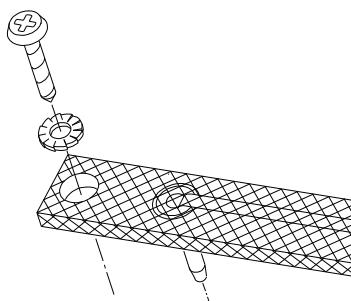

Fig. 2
7. Le remplacement du revêtement PTFE de la barre de soudure, lorsqu'il est brûlé ou usé, s'effectue en dégagéant la barre au moyen des vis fixées aux extrémités (fig 2.). Le PTFE est fixé à la partie inférieure de la barre de soudure au moyen d'un ruban adhésif et peut donc être aisément remplacé.
7. Quando la copertura di PTFE sulla barra saldante risulta corrosa o usurata, deve essere sostituita. Svitare la barra saldante e sollevare entrambe le estremità contemporaneamente. Sostituire con la nuova barra saldante, o con quella riparat e fissare le viti (fig 2.). Fare attenzione che la resistenza, che è stata montata eccentrica sulla barra, si trovi nel centro della gomma quando la barra superiore è chiusa. La copertura di PTFE è fissata sopra la barra saldante da un nastro adesivo ed è quindi semplice la sua sostituzione.
8. La latna usurato può essere sostituita semplicemente premendo il portalame, estraendo la vecchia lama e inserendone una nuova. E' consigliabile usare pinze (fig. 2).
7. Når PTFEstykket over svejsetråden er slidt (mørkebrunt) eller ødelagt, bør dette skiftes. Løsn skruerne på siderne af svejsebarren og løft denne i begge sider på én gang (fig 2). Montér en ny svejsebarre, eller den gamle med nye dele, og montér den på maskinen. Vær opmærksom på at svejsetråden skal ligge i center af trykket fra siliconelisten, når svejsekæben er lukket.
7. Förslitning på svetsback - När PTFEskyddet (glasfiberväven) över svetsbandet börjar bli bränt lossa de yttre fästsprövarna och lyft hela svetsbacken rakt upp genom att ta tag i ytterkanterna på backen (fig.2.). Riv loss det gamla PTFEet och innan du sätter på nytt kolla så att inte även svetsbandet blivit bränt. Om så är fallet bytes både PTFEväven under svetsbandet, svetsbandet och det övre zonPTFEet ut. Normalt räcker det att byta det sistnämnda. Förslitning mottrycksback- En bränd silikonlist utbytes genom att dra den ur spåret och träin en ny.
7. Når PTFEduken over sveiseelementet blir brent eller slitt skal den skiftes. Skru sveiseelementet løs og løft begge endene samtidig opp (fig.2.). Monter et nytt eller overholt element som skrus fast. Vær oppmerksom på at hetebåndet er montert eksentrisk på sveiseelementet. Påse derfor at hetebåndet ligger midt under silicongummilisten, og at kniven ikke berører elementet når sveisearmen er lukket.